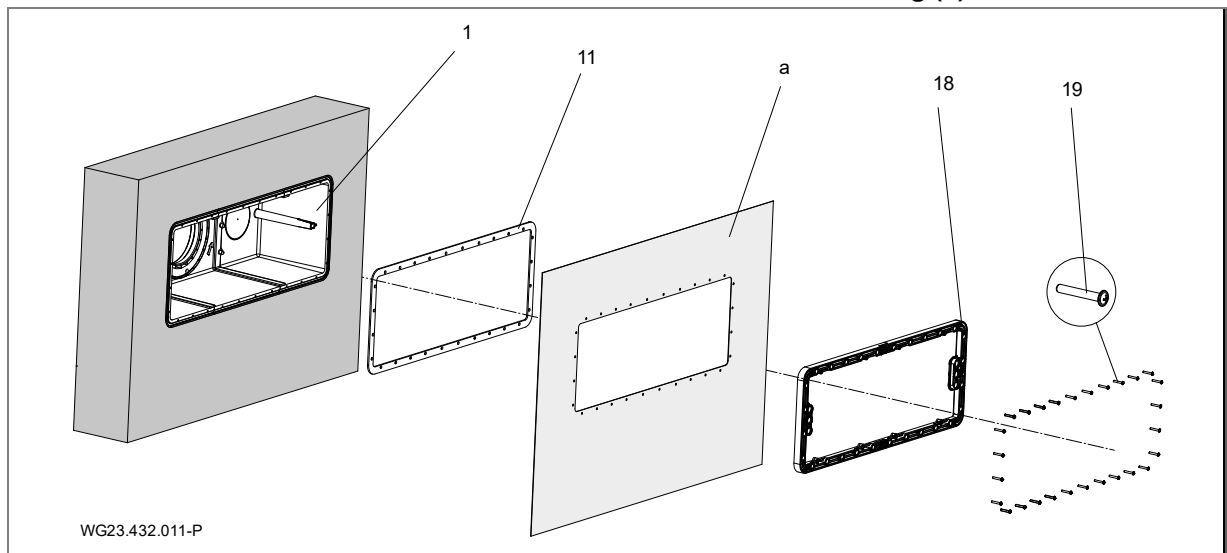

Abb. 7
Für die Abdichtung zur Betonwand wird empfohlen, einen umlaufenden Ring aus Epoxidharz/Quarzsand an der beckenseitigen Außenwand des Gehäuses (1) zu erstellen. Siehe "Abb. 7" auf Seite 16